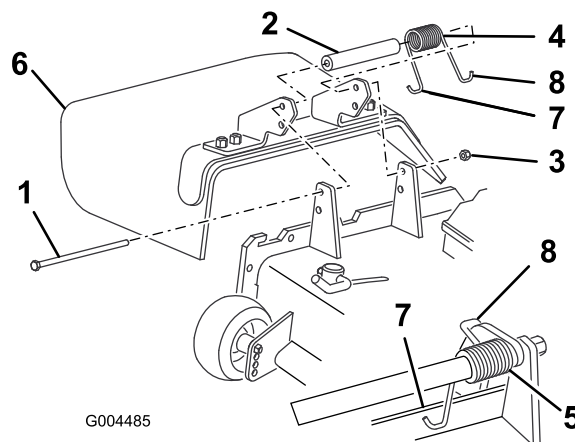

Figure 80
2. Retirez le contre-écrou, le boulon, le ressort et l'entretoise qui fixent le déflecteur aux supports de pivot (Figure 80). Enlevez le déflecteur s'il est endommagé ou usé.
3. Placez une entretoise et un ressort entre les supports du déflecteur d'herbe de rechange (Figure 80). Accrochez l'extrémité en J gauche du ressort derrière le bord du plateau.
Remarque: Accrochez l'extrémité en J gauche du ressort derrière le bord du plateau avant de mettre le boulon en place, comme indiqué à la Figure 80.
4. Remettez le boulon et l'écrou en place. Accrochez l'extrémité en J droite du ressort au déflecteur d'herbe (Figure 80).